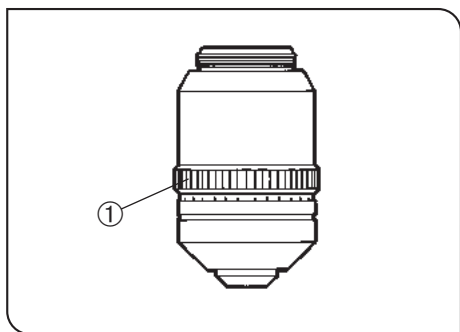

图 44
- 如果知道盖玻片厚度，就把校正环①设定到这个数值。（图44）
- 如果不知道盖玻片厚度，反复调节校正环①和微调焦旋钮，直到获得最高对比度。
- ◎注意，转动物镜转盘时，不要碰到校正环①。